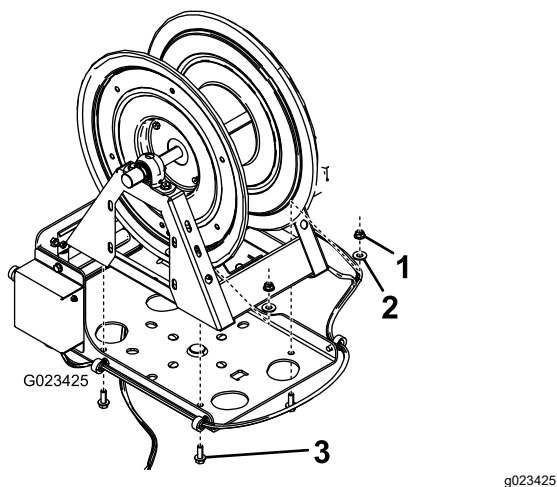

Bild 22
5. Befestigen Sie die Schlauchtrommel mit vier Schrauben (3/8"-16 x 1"), vier Scheiben (7/16") und vier Bundmuttern (3/8"-16) an der Schwenkplatte, wie in Bild 22 abgebildet.